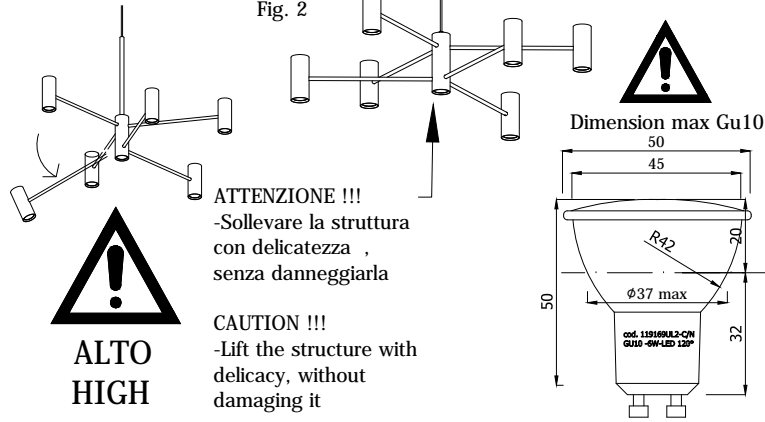

Fig. 3
- Utilizzare il Bumpon x Inserire le lampade nei portalampe (Fig. 3).
- Use the Bumpon x Insert the lamps in the lamp holders. ( Fig. 3).